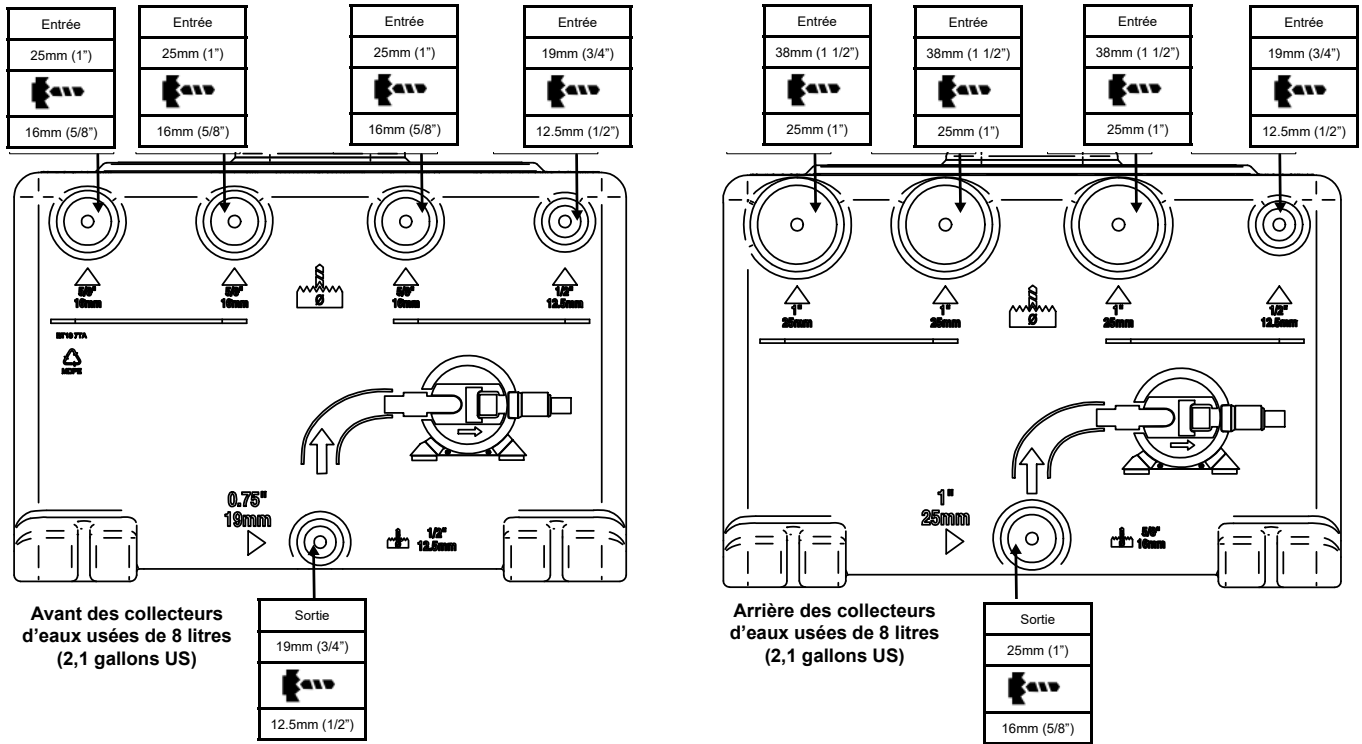
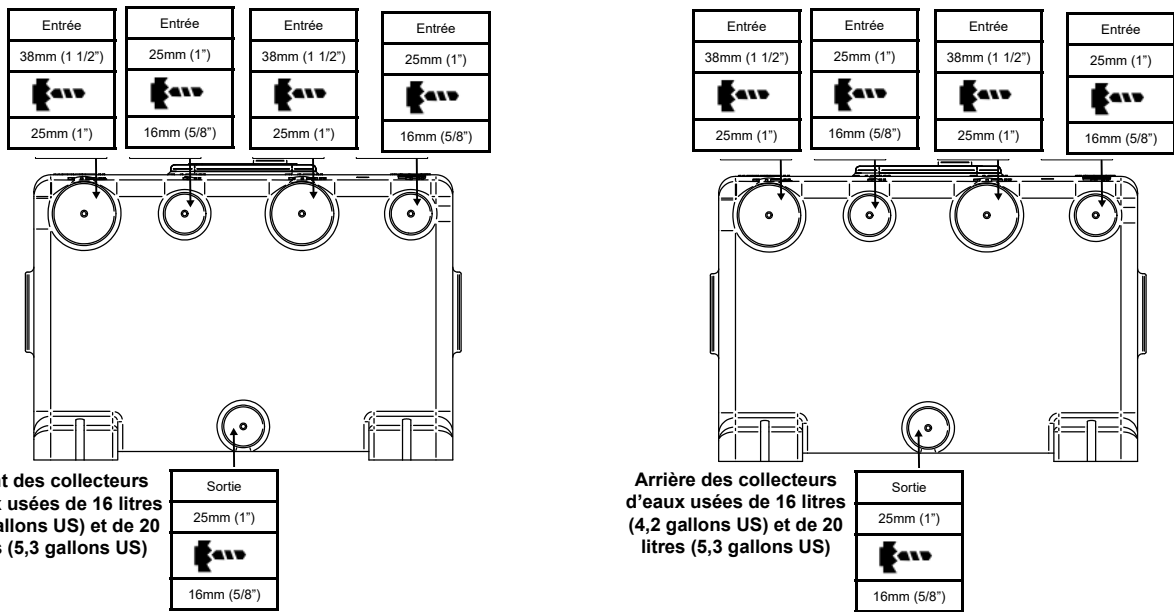

Figure 3 Tailles de ports et diamètres de perçage recommandés pour les collecteurs d'eaux usées de 8 litres (2,1 gallon US)
Figure 4 Tailles de ports et diamètres de perçage recommandés pour les collecteurs d'eaux usées de 16 litres (4,2 gallon US) et de 20 litres (5,3 gallons US)
Étape 1: Percez uniquement les ports devant être utilisés dans le cadre de l'installation. Les tailles de ports et les diamètres de perçage recommandés sont indiqués dans la Figure 3 pour les collecteurs de 8 litres (2,1 gallons US) et dans la Figure 4 pour les collecteurs de 16 litres (4,2 gallons US) et 20 litres (5,3 gallons US). Assurez-vous de retirer tous les copeaux à l'intérieur du collecteur après le perçage.